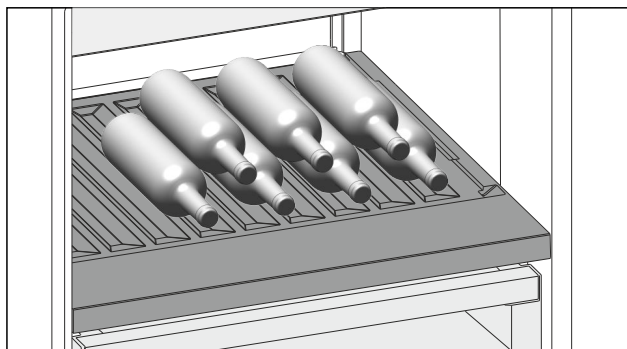

Fig. 97
- ▶ Wkładać butelki dnem ustawionym do tyłu, w kierunku ścianki tylnej. (patrz Fig. 97)